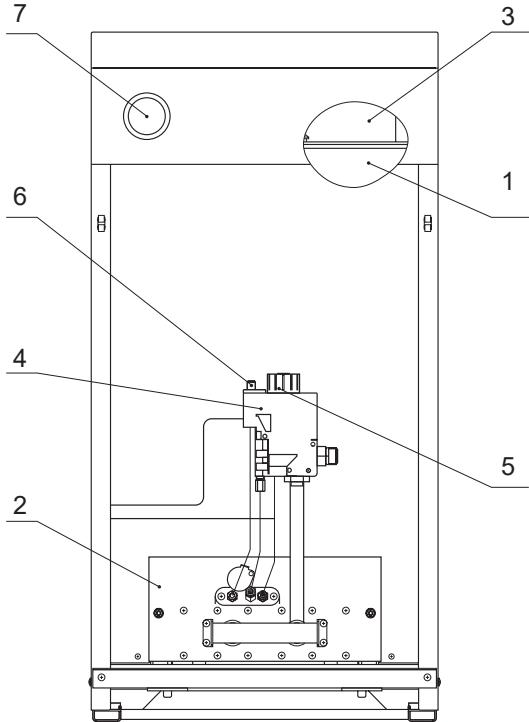

Рис. 2. Особенности котла с газовым блоком 630 EUROSIT
4.2 Котел представляет собой сборную конструкцию, закрытую декоративными тонколистовыми панелями с теплоизоляцией, внутри которой располагаются (см. рис. 2, 3):
- стабилизатор тяги с датчиком тяги (3);
- корпус котла, состоящий из топки и теплообменника (1);
- газогорелочное устройство с газовым блоком (ГГУ) (2).